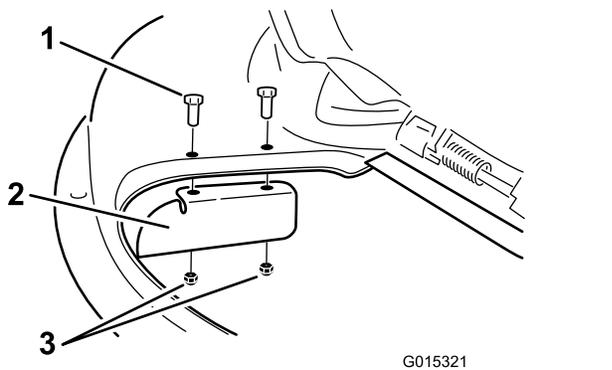

Figura 25
- Installate il deflettore di scarico sul piatto di taglio (Figura 25).
- Staccate il deflettore di scarico dal piatto di taglio (Figura 25).